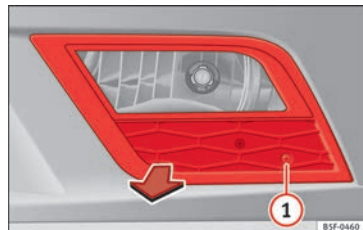

Fig. 110 Farol de nevoeiro.
- Retire o parafuso » Fig. 110 ① da grelha do farol de nevoeiro, utilizando uma chave de fendas.